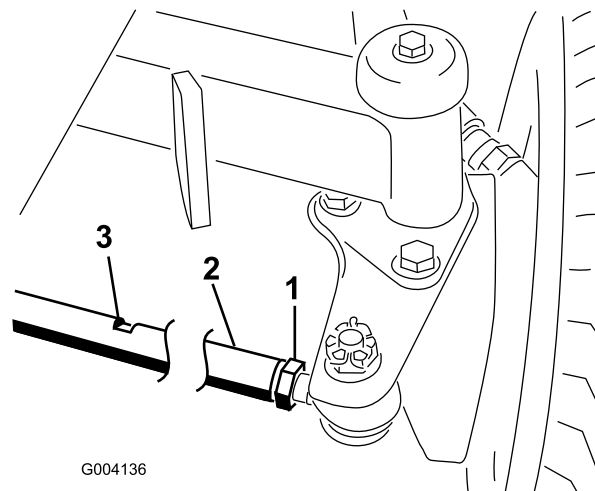

Figura 63
2. Allentate il controdado da ciascun lato del tirante (Figura 63).